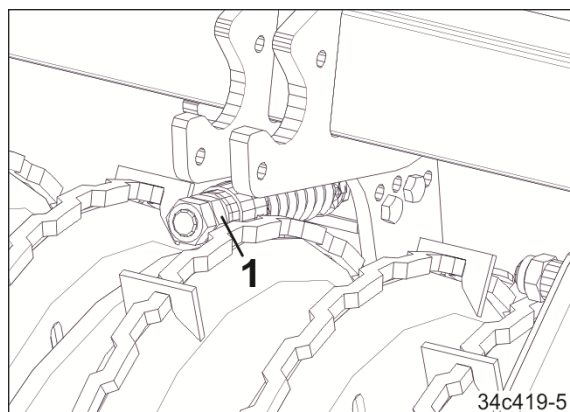

Fig. 166
2. Skru sekskantmutteren (Fig. 166/1) på fjærpakken så langt, at knivendene igjen avslutter med trommelkantene. Kontre sekskantmutteren.